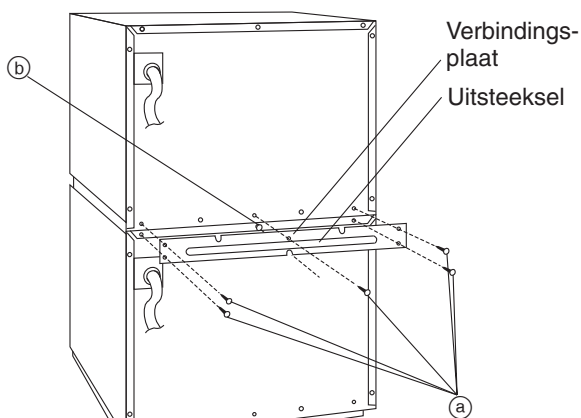

Fig. 1
1. Zet de apparaten op elkaar en verwijder de vijf schroeven (a) zoals getoond in Fig. 1.